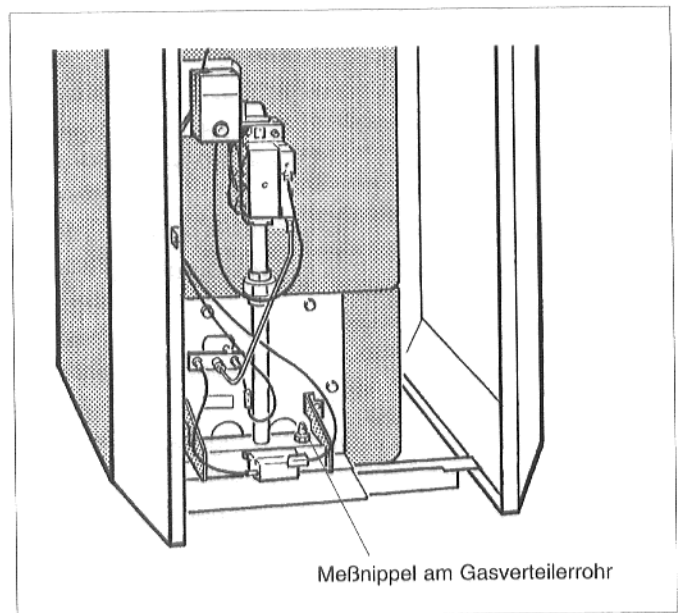

Abb. 34: Gasbrenner
- Verschlussschraube des Meßnippels am Gasverteilerrohr zwei Umdrehungen lösen (Abb. 34).